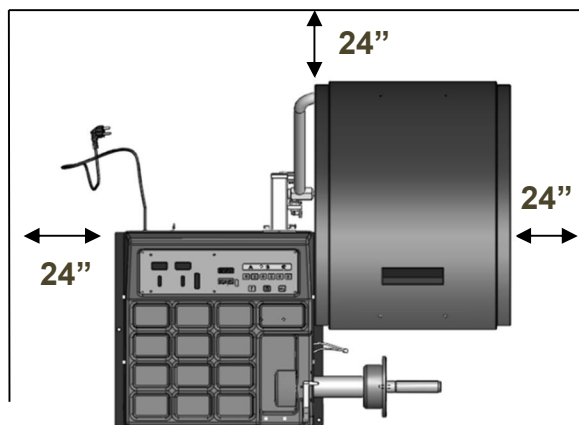

Fig. 3.
- Assurez-vous d'installer la machine en fonction des exigences calculées du **diagramme de zone de travail** pour une sécurité et un fonctionnement corrects. **Fig. 3.**